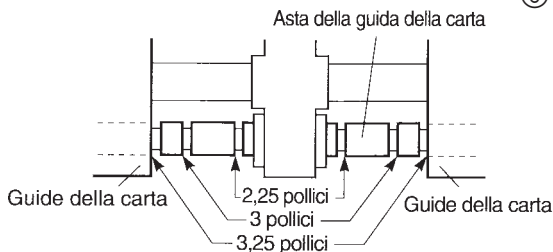

Fig. 2-3 Regolazione delle guide della carta (SP312)
- Quando si inserisce l'anello di fermo corrispondente alla scanalatura sull'asta delle guide della carta mostrata nella Fig. 2-3, quella sarà la posizione quando si fissa la guida della carta.
- ⑥ Regolare l'interruttore di alimentazione della stampante sulla posizione di accensione.
- ⑦ Tagliare la parte iniziale della carta in rotolo su una linea dritta.